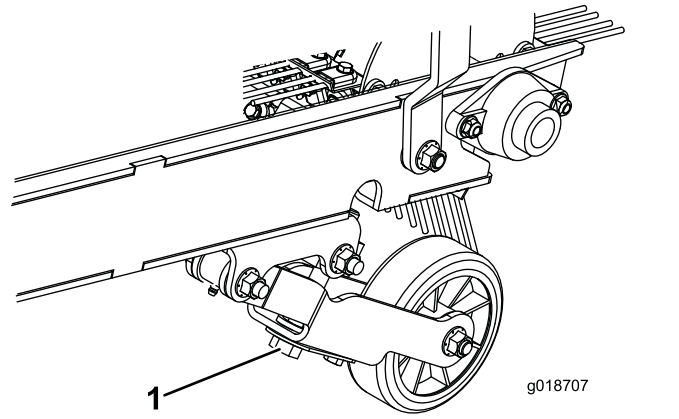

图10
2. 旋转深度调节螺栓，直至耢耙可以轻轻接触到草坪草的顶部。如果安装了清扫机，清扫机应与草坪表面轻轻接触。当清扫机运转时，表面接触宽度应该是整个清扫机长度的约 25.4mm 宽（图10）。